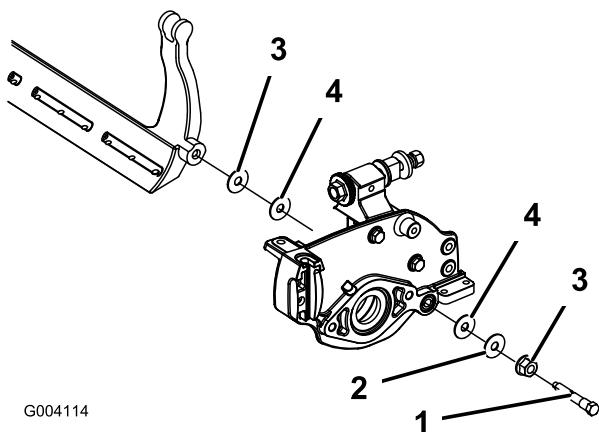

Figura 63
- Retire cada perno, para poder tirar de la barra hacia abajo y retirarla de la máquina. Guarde las 2 arandelas de nylon y las 2 arandelas de acero troquelado de cada extremo de la barra de asiento (Figura 63).